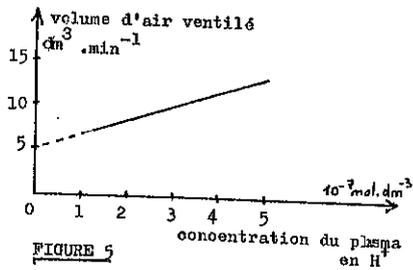

FIGURE 5
b) Si l'on modifie le taux d'ions H^+ dans le plasma d'un animal par injection d'acide chlorhydrique dilué, on observe une modification de la ventilation pulmonaire : on obtient les résultats de la figure 5.